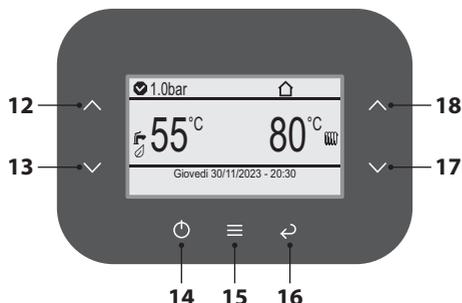

Figura 5.74
- Premere il tasto 15 (Figura 5.74) per portarsi al menu principale (Figura 5.75).
- Premere i tasti 12 o 13 (Figura 5.74) per selezionare il menu desiderato (Figura 5.76).
- Premere il tasto 15 (Figura 5.74) per accedere al menu selezionato (Figura 5.77).
- Premere i tasti 12 o 13 (Figura 5.74) per selezionare il menu desiderato tra quelli disponibili (Figura 5.78).
- Premere nuovamente il tasto 15 (Figura 5.74) per evidenziare il valore da modificare.
- Premere il tasto 15 (Figura 5.74) per confermare la modifica o il tasto 16 per uscire senza modificare il valore (ritorno al livello precedente).